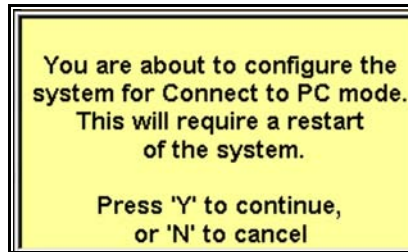

Abbildung 2-22 Meldung „Mit PC verbinden“ (Beispiel)
- Drücken Sie **Y** zur Auswahl und eine Konfigurationsmeldung „Mit PC verbinden“ erscheint (Abbildung 2-22)